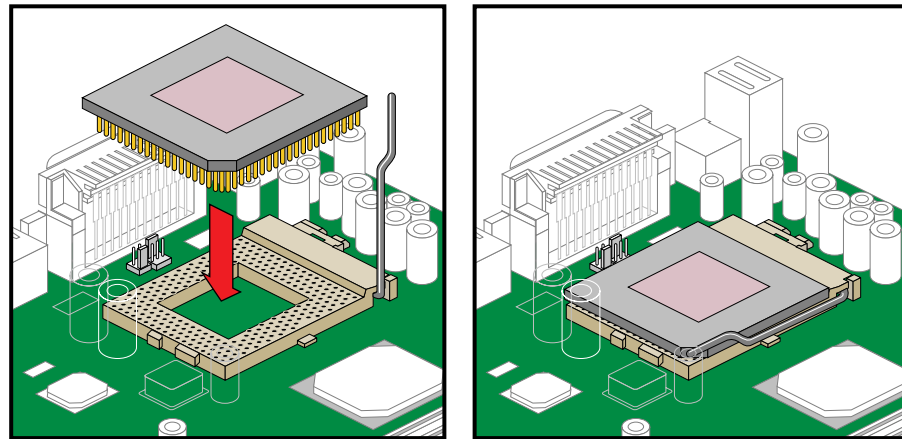

図3-3 CPUのインストール
2. 新しいCPUをCPUソケットに挿入します。必ずCPUのピン1（V字型の刻み目のある角で示される）をソケットの穴1に接続してください。図3-3に示すように、新しいCPUをソケットに固定するためにソケットレバーを押し下げます。